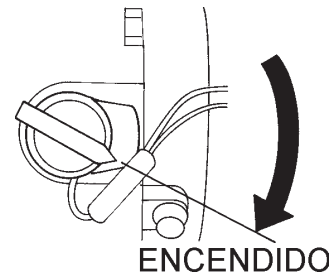

Figura 11. Interruptor del motor On/Off Encendido/Apagado (ON ENCENDIDO)
4. Coloque el **interruptor del motor ON/OFF ENCENDIDO/APAGADO** (Figura 11) en la posición "ON" "ENCENDIDO".
1. Coloque el **interruptor automático principal** (Figura 11) en la posición **OFF APAGADO**.